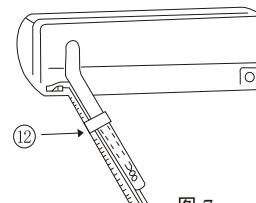

图7
(1) 当要把铜管从后面引出时,将铜管、排水管和连接电缆一起用附件⑫胶带绷紧。(图7)